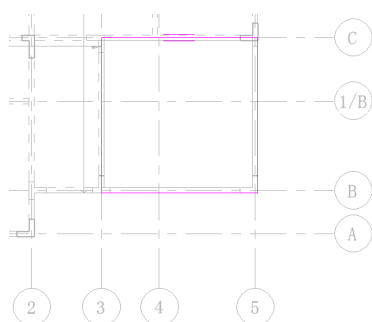

图 11-47 绘制边界线 (2)
(7) 在“属性”选项板中选择“现场浇注混凝土 120mm”类型。
(8) 单击“绘制”面板中的“边界线”按钮和“矩形”按钮，创建边界线，如图 11-47 所示。